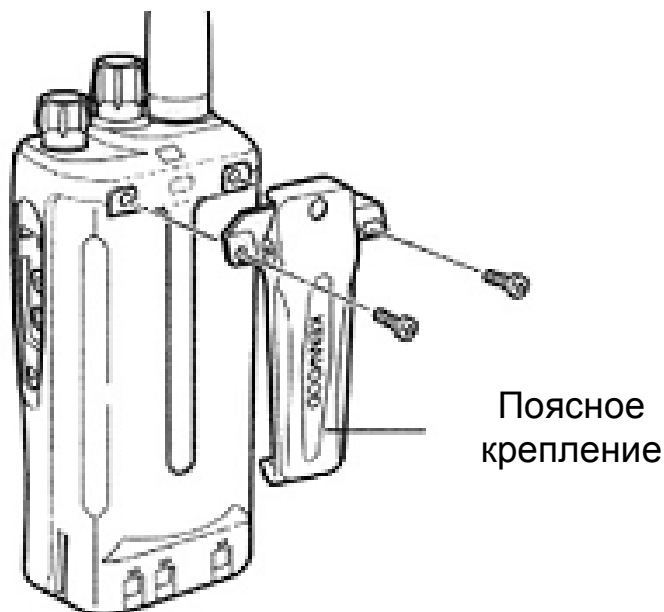

Рис. 6.3 – Установка скобы поясного крепления
6.1.3 При необходимости установить скобу поясного крепления (рис.6.3). Установить скобу на заднюю поверхность радиостанции РСН и прикрепить двумя винтами 3х8мм (входят в комплект поставки).